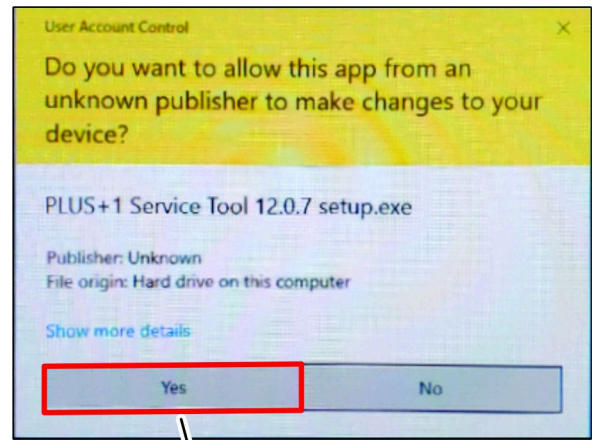

Figura 22
4. Si aparece el cuadro de diálogo Control de cuentas de usuario, haga clic en el botón Sí (Figura 22).